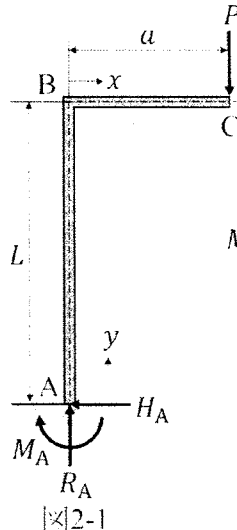

図2-1
図 2-1 に示すように、棒 AB および BC を点 B で直角に剛接した L 字形の部材 ABC が、点 A で固定支持されている。部材の点 C に、鉛直下向きの集中外力 P を作用させる場合を考える。以下の問いに答えなさい。ただし、部材 ABC の断面二次モーメントを I とする。また、部材の変形は微小であり、軸力による伸縮やせん断力によるたわみの影響、重力の影響は無視できるものとする。
- (1) 点 A における支持力 R_A , H_A および支持モーメント M_A (それぞれ図 2-1 に示した方向を正と定義する) を求めなさい。